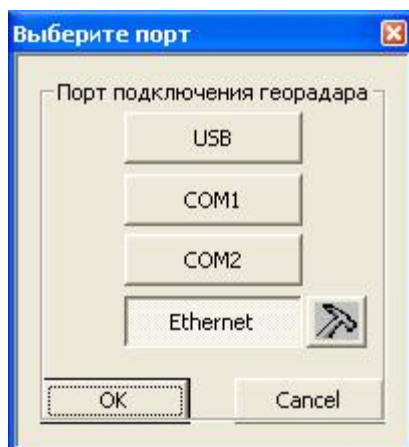

Рисунок 2.2.2. Окно выбора порта
8. В окне «Выберите порт» (рисунок 2.2.2) нажмите кнопку «»